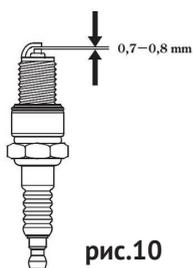

рис.10
8.7 Свеча зажигания см. рис.10
- рекомендуется проверить величину межэлектродного зазора, который должен составлять 0,7-0,8 мм. При существенном отклонении величины зазора от указанной, необходимо его отрегулировать (восстановить) или заменить свечу (см. рис.10);